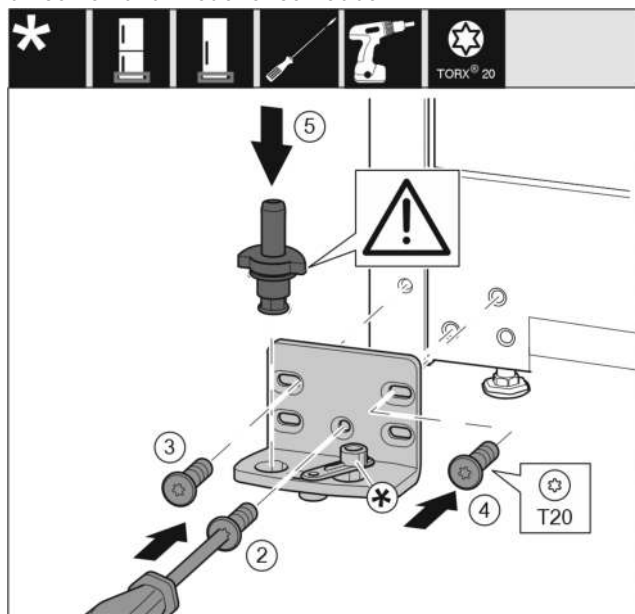

Fig. 15
- ▶ Lagerbock auf der anderen Seite ansetzen und mit Hilfe eines Schraubendrehers anschrauben. Mit der Schraube Fig. 15 (2) unten in der Mitte beginnen.
- ▶ Schraube Fig. 15 (3) und Schraube Fig. 15 (4) festschrauben.
- ▶ Lagerbolzen Fig. 15 (5) komplett einsetzen. Dabei darauf achten, dass der Rastnocken nach hinten zeigt.